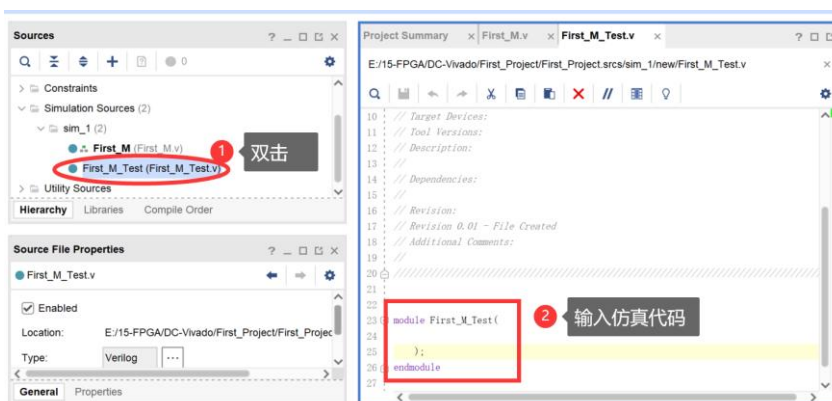

图3.22 输入仿真源代码
(4) **输入仿真代码。**在“Sources”子窗口下的“Simulation Sources”树形浏览器中，双击刚才创建的“First_M_Test”模块，如图 3.22 所示，在右侧的程序编辑器中可以输入以下仿真代码。